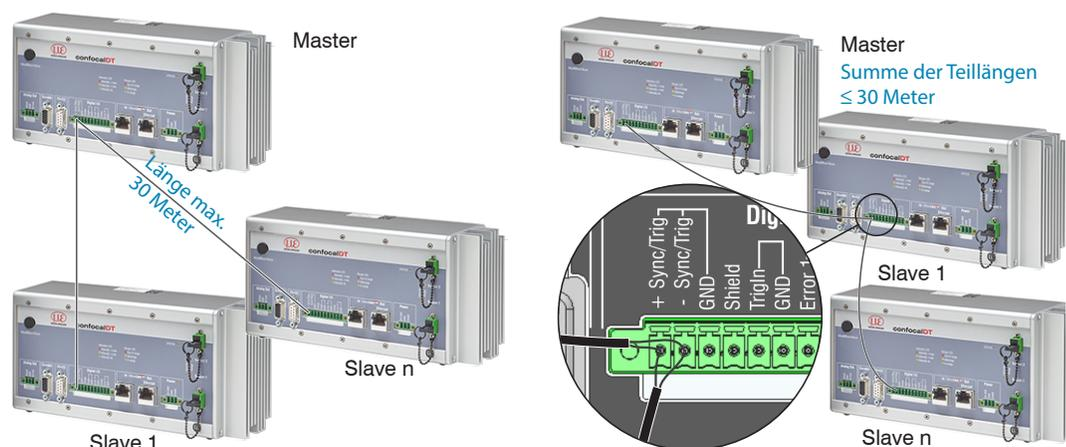

Abb. 17 Synchronisierung mehrerer Controller, links sternförmig, rechts verkettet
- Verbinden Sie die Pins +Sync/Trig und -Sync/Trig von Controller 1 (Master) sternförmig mit den Pins +Sync/Trig und -Sync/Trig von Controller 2 (Slave) bis Controller n, um zwei oder mehrere Controller miteinander zu synchronisieren, siehe Abb. 17
- Verbinden Sie die Pins +Sync/Trig und -Sync/Trig von Controller 1 (Master) mit den Pins +Sync/Trig und -Sync/Trig von Controller 2 (Slave 1). Verbinden Sie die Pins nachfolgender Controller, um zwei oder mehrere Controller miteinander zu synchronisieren, siehe Abb. 17